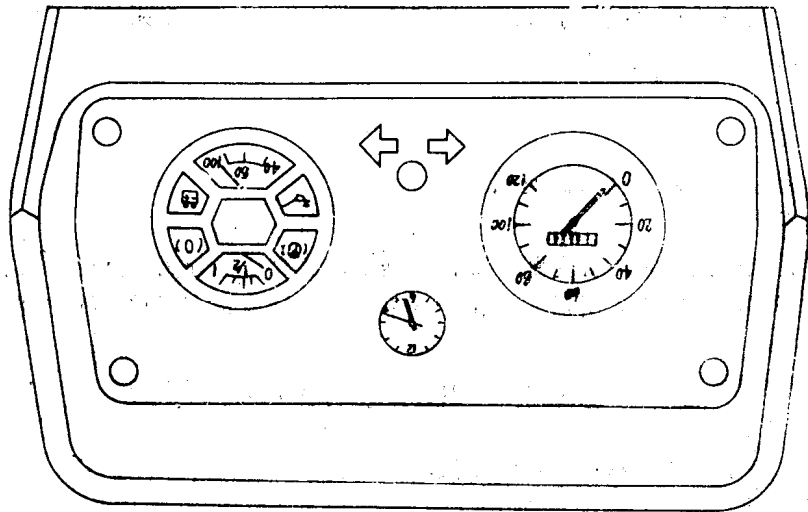

图1—3 仪表板
综合开关位于方向盘下，外形如图1—1所示。
2. 仪表：仪表板如图1—3所示。
档位见图1—4所示。
该手柄是节气门踏板的辅助手动装置。在发动机预热怠速运转或提高转速时，可使用手油门。沿顺时针方向转动手柄发动，机转速提高；反之，则使发动机转速降低。但汽车行驶时，一般都不使用手油门手柄。如图1—5所示。
在柴油发动机停机时使用。熄火手柄装在驾驶员座椅右侧地板上，向左扳动时，发动机进气管节流阀随即关闭，使发动机熄火。见图1—6所示